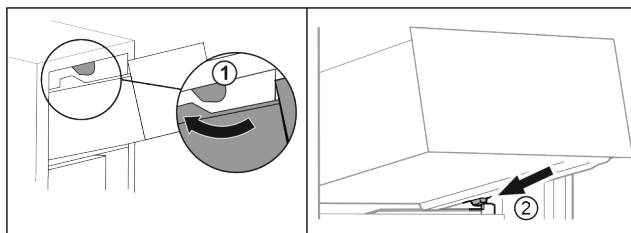

Fig. 101
- ▶ Schubfach um die oberen Stopper herumführen. Fig. 101 (1)
- ▶ Schubfach schräg hinter den unteren Stoppern auf Behälterrippe aufsetzen. Fig. 101 (2)